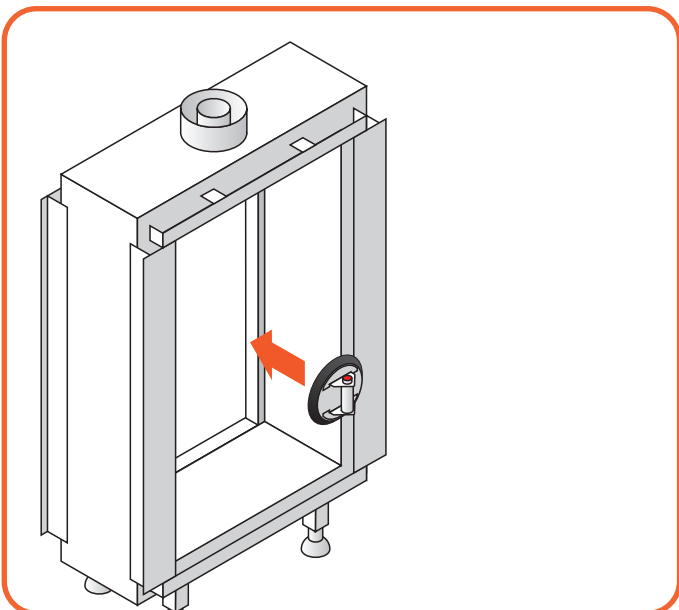

Abb. 9.8 Anlegen des Saugnapfes
- Setzen Sie den Saugnapf auf die Scheibe und vergewissern Sie sich, dass er sich fest angesogen hat (siehe **Abbildung 9.8**).